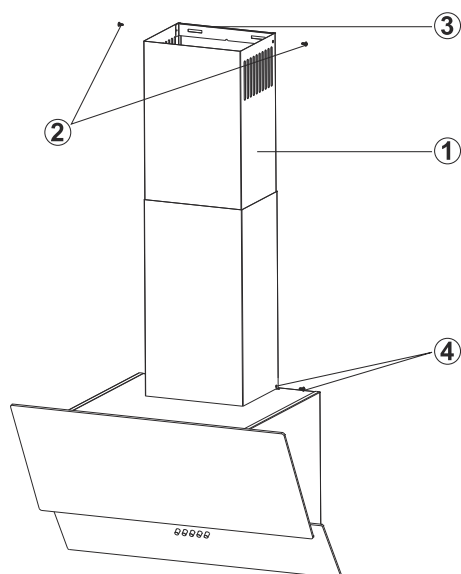

Fig. 6
- Den inre skorstenen (nr 1) måste avlägsnas genom att skruva fast skruvarna (nr 2) (Fig. 6). Den inre skorstenen kan sedan skjutas in i den yttre skorstenen.
- Den yttre skorstenen kan tas bort genom att skruvarna (nr 4) lossas (Fig. 6). Ta sen bort båda skorstenarna.
- Kolfilterkabinettet fästs med 2st 3,5x9,5 skruvar på punkterna A +B (Fig. 6).